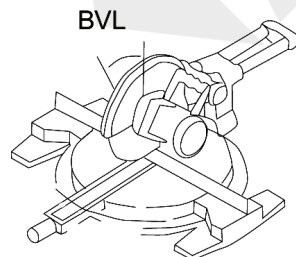

Fig.7
---Régler la valeur BLV sur la machine à découper pour effectuer une découpe longitudinale oblique (Fig.7).